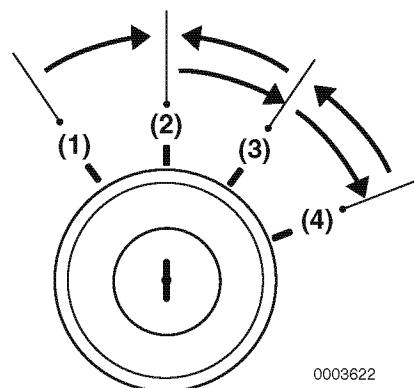

Figure 1
5. Mettere su ON la chiave di accensione (**Figure 1, (3)**). Verificare che le spie sul quadro strumenti s'illuminino e gli allarmi acustici funzionino. Questo significa che spie e allarmi funzionano correttamente.
6. Ruotare su START la chiave di accensione (**Figure 1, (4)**). Rilasciare la chiave di accensione quando il motore è avviato.